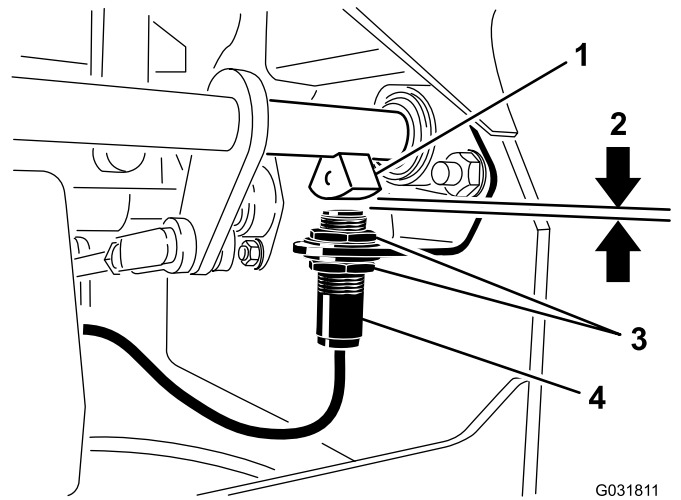

Рисунок 48
4. Переведите выключатель вверх или вниз по кронштейну так, чтобы расстояние между датчиком вала тормоза и штоком выключателя составляло 4 мм, как показано на Рисунок 48.